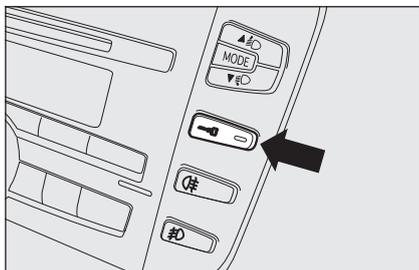

fig. 13
- tecla **fig. 13** de bloqueo/desbloqueo de las puertas, situada en el embellecedor central;